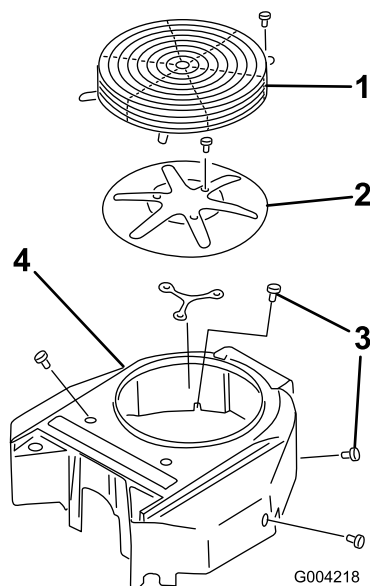

Figura 43
3. Retire el protector, la rejilla de entrada de aire y la carcasa del ventilador (Figura 43).
5. Instale el protector, la rejilla de entrada de aire y la carcasa del ventilador (Figura 43).